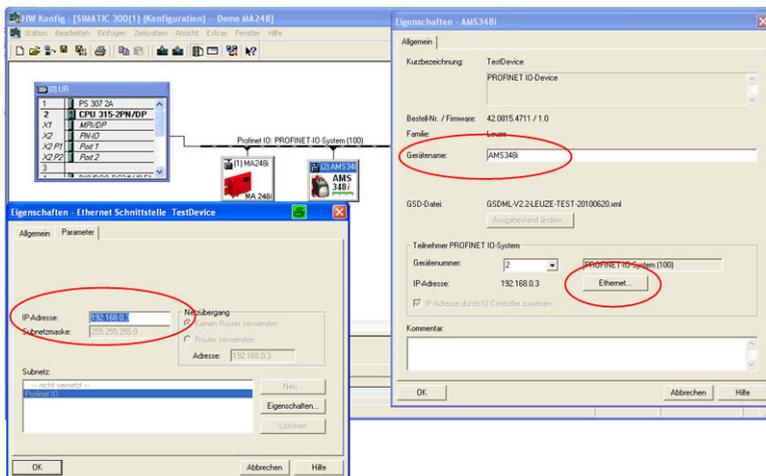

Figure 9.9 : Attribuer un nom d'appareil univoque dans la fenêtre de propriétés
- Affectation des noms d'appareil aux appareils IO configurés (voir figure 9.9)